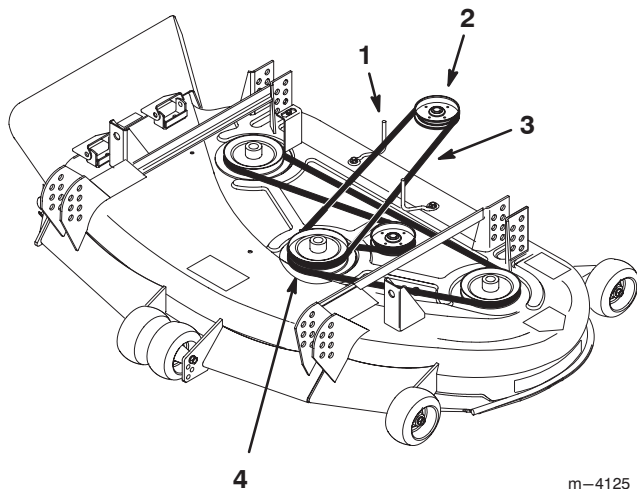

Bild 49
4. Entfernen Sie den abgenutzten Treibriemen (Bild 49).
5. Montieren Sie den neuen Treibriemen auf der Antriebsscheibe der Zugmaschine und der obersten Rille der mittleren Spindelscheibe (Bild 49).